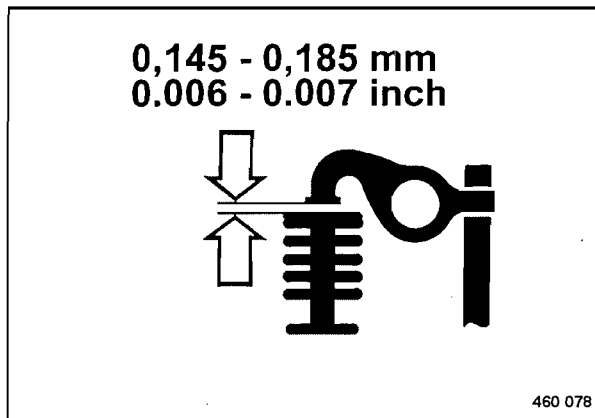

Fig. 118
- Comprobar la hendidura entre balancín y válvula haciendo uso de una galga de espesores (Fig. 118).